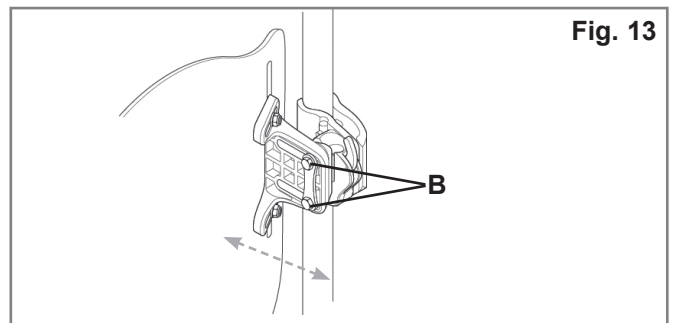

Fig. 13
- Lösen Sie die linken und rechten Muttern (Fig. 13-B) an den Klammerschlitzen, um Tiefe und Winkel des J3 Rückens einzustellen.
- Ziehen Sie nach Einstellung der Tiefe und des Winkels die Muttern fest an. Das empfohlene Drehmoment beträgt 100 - 110 in-lbs. (11,3 - 12,4 Nm). Achten Sie darauf, dass keine der Tiefeneinstellmutter (Fig. 13-B) verrutscht oder verdreht ist.